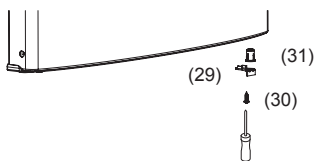

Рис. 9
- Снимите ограничитель (29) рис. 9 в нижней части двери холодильного отделения, открутив винт (30) рис. 9 и закрепите его на противоположной стороне. Прделайте аналогичную операцию для двери морозильного отделения;
- Снимите втулку (31) рис. 9 в нижней части двери холодильного отделения и зафиксируйте её с противоположной стороны.